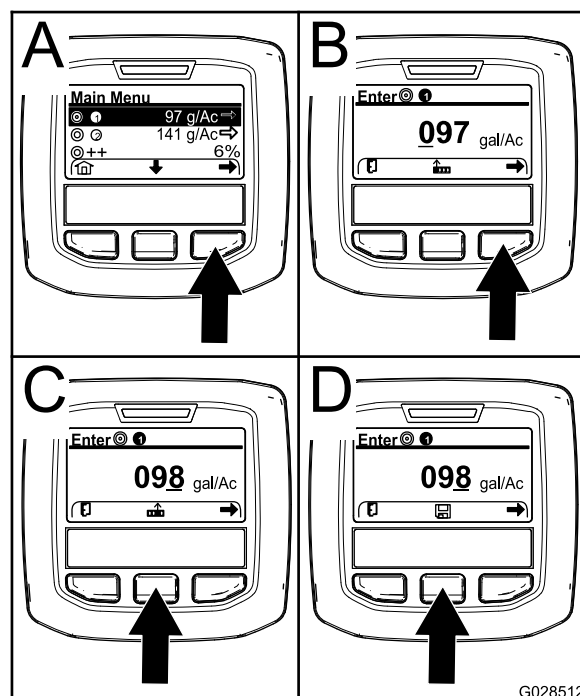

Figura 67
2. Se necessário, carregue no botão de seleção central para realçar a taxa de aplicação do programa 1 do pulverizador (Figura 67).
3. Carregue no botão de seleção direito para selecionar o programa 1 do pulverizador (A de Figura 67).
- Carregue no botão de seleção direito (B de Figura 67) para mover o cursor para a posição numérica seguinte à direita.
- Carregue no botão de seleção central (C de Figura 67) para aumentar o valor numérico (0 a 9).
Nota: Surge o ícone para guardar acima do botão de seleção central (D de Figura 67).
6. Carregue no botão de seleção central (D de Figura 67) para guardar a programação da taxa de aplicação.